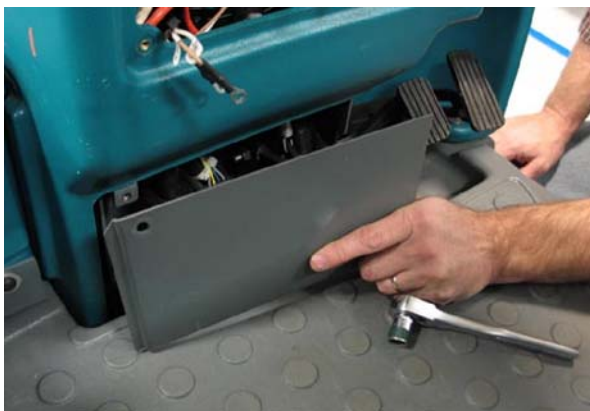

ABB. 2
2. Entfernen Sie die Wartungsklappe. (Abb. 2)